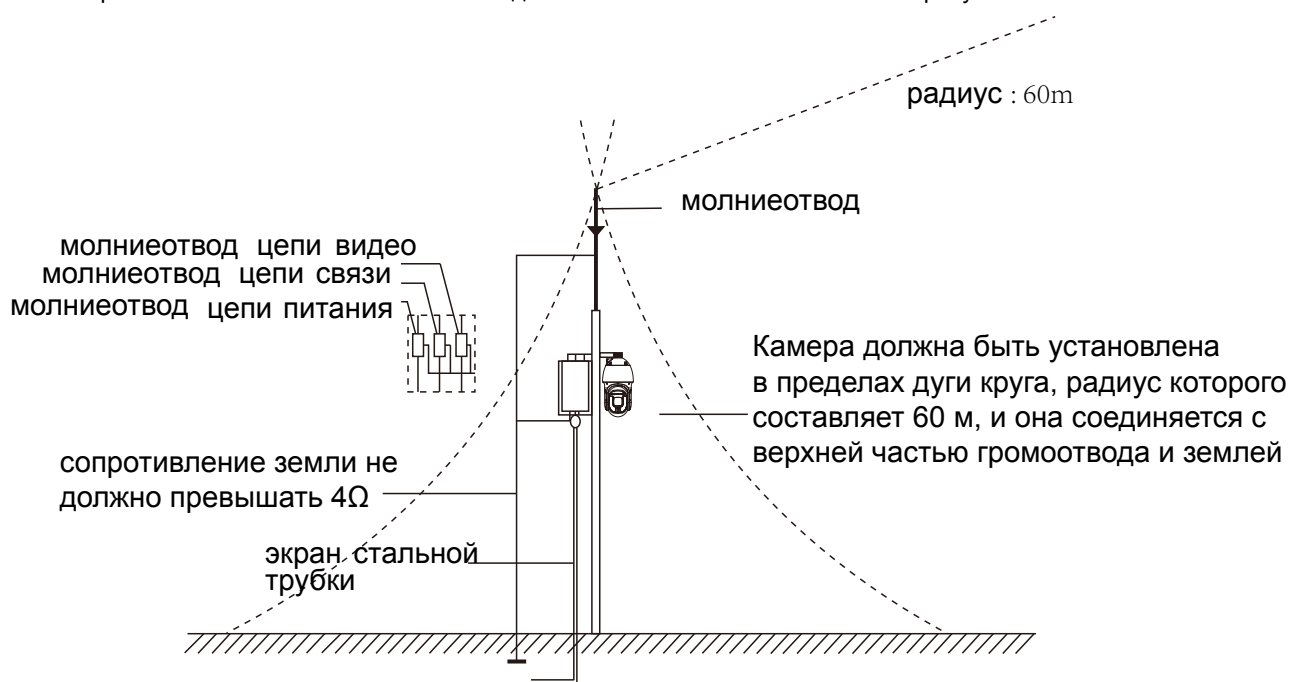

Рисунок 4-1
- Система должна содержать эквипотенциальную проводку. Устройство заземления должно соответствовать требованиям к помехоустойчивости и местным требованиям к электробезопасности. Устройство заземления не должно обеспечивать короткое замыкание на линию N (нейтральную) высоковольтной электросети и не должно перемешиваться с другими проводами. При подключении системы только к заземлению сопротивление земли не должно превышать $4\ \Omega$ и площадь поперечного сечения кабеля заземления должна быть не меньше $25\ \text{мм}^2$. См. рисунок 4-1.